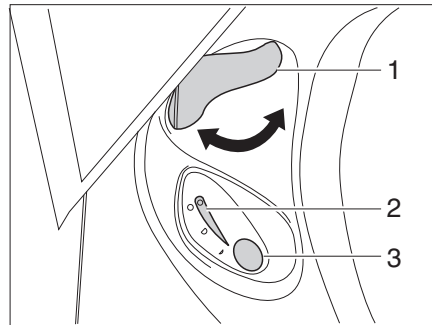

Fig. 353 Unité de commande des toilettes Thetford
- Avant d'actionner la chasse d'eau, ouvrir le curseur des toilettes Thetford. Tourner pour cela le levier du curseur (Fig. 353,1) dans le sens inverse des aiguilles d'une montre.
- Pour actionner la chasse d'eau, appuyer sur le bouton bleu (Fig. 353,3).
- Après avoir actionné la chasse d'eau, fermer le curseur. Tourner le levier du curseur (Fig. 353,1) dans le sens des aiguilles d'une montre.
Le voyant de contrôle (Fig. 353,2) s'allume lorsque la cassette Thetford doit être vidée.
- Tourner le levier du curseur (Fig. 353,1) dans le sens des aiguilles d'une montre. Le curseur se ferme. Pour la vidange il **faut** que le curseur des toilettes Thetford soit fermé.